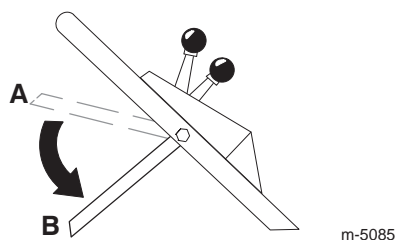

Bild 13
10. Lassen Sie die Steuerstange los (siehe Stellung B in Bild 13). Jetzt müssen Sie einen lauten “Knall” hören. Das Messer muss innerhalb von drei Sekunden zum Stillstand kommen.
2. Bewegen Sie die Steuerstange in ihre niedrigste Stellung (B in Bild 13).